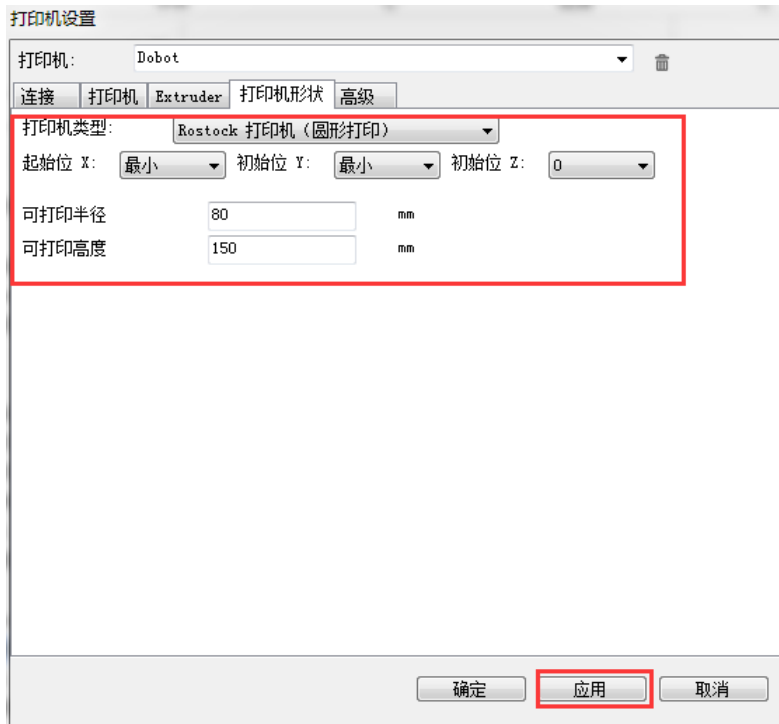

图 5.112 打印机形状设置
6. 在“打印机形状”页签按图 5.112红框所示设置参数，其余保持默认值即可，并单击“应用”。